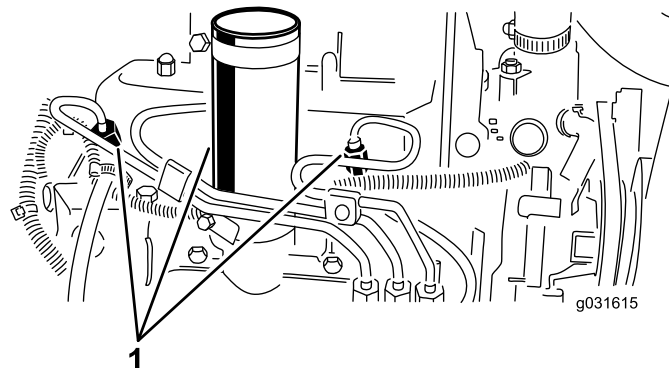

Figure 55
1. Desserrez le raccord entre l'injecteur n° 1 et le porte-injecteurs (Figure 55).